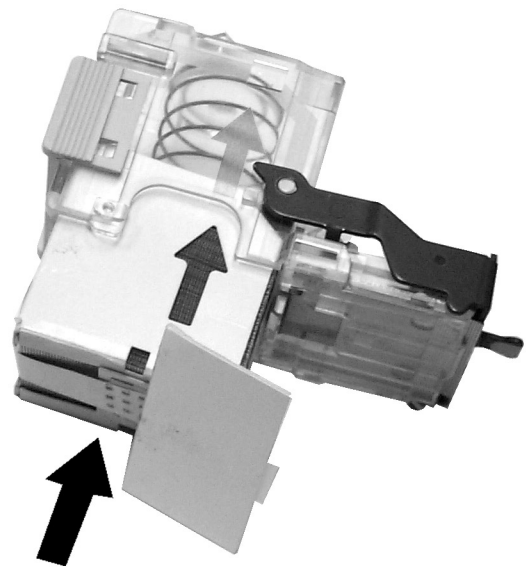

Figura 6: Modo de introducir el paquete de grapas nuevo en el cartucho de grapas
- 6 Alinee la flecha del paquete de grapas con la flecha del cartucho de grapas e introduzca el paquete en el cartucho (Figura 6).